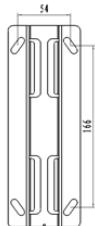

Fig.1
3. Verwenden Sie die Montagehalterung als Schablone, um die Position der Schrauben zu markieren, und bohren Sie vier Löcher in die Wand. Abb. 1